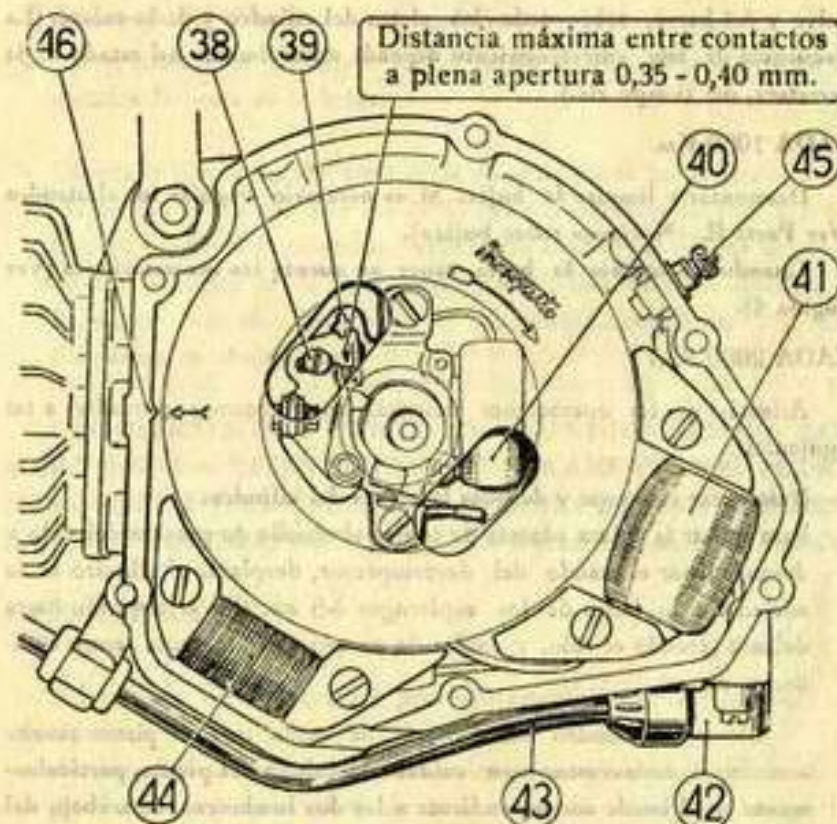

Fig. 10. - Volante magnético.
Desmontando la tapa se puede inspeccionar todo el conjunto, incluido los contactos de ruptor «platinos» que las ventanas del volante permiten verificar, limpiar y regular (fig. 10).
Para la corriente de las luces — 6 Volt. - 5 Watt, para faro y parte posterior — está dispuesta la borna de toma 45 (Fig. 10).
Desmontar la tapa del volante magnético y controlar la apertura de los contactos del ruptor. (fig. 10). Si es necesario limpiarla con una lima para contactos y regularlos. La apertura debe ser aproximadamente de 0,4 mm. y se regula con un destornillador gracias a una ventana de maniobra (39) habiendo previamente aflojado el tornillo de fijación (38) que después se aprieta.
- Verificar el estado del cable del encendido (43, fig. 10) procediendo a sustituirlo si no está en las debidas condiciones.
- Verificar igualmente las condiciones de la toma de corriente de alta tensión (42).
Bujía defectuosa o bien contactos del ruptor que abren insuficientemente. Hacerlos verificar y regular (ver página 24, fig. 10).